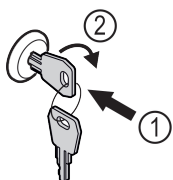

Fig. 170 Representación a modo de ejemplo
- Introducir la llave Fig. 170 (1).
- Girar la llave 90° en sentido horario Fig. 170 (2).